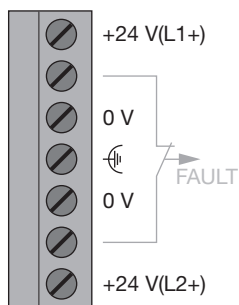

Abb. 1: Betriebsspannungsversorgung – Anschlussbelegung an der 7poligen Schraub-Klemmleiste
- ▶ Versorgen Sie den Repeater nur mit einer stabilisierten Sicherheitskleinspannung (SELV) nach IEC/EN 60950-1, EN 61131-2 von maximal +32 VDC (typ. +24 VDC). Diese wird über die 7polige Schraub-Klemmleiste (siehe Abb.1) auf der Repeateroberseite zugeführt. Die Betriebsspannungseingänge sind gegen Verpolung geschützt.